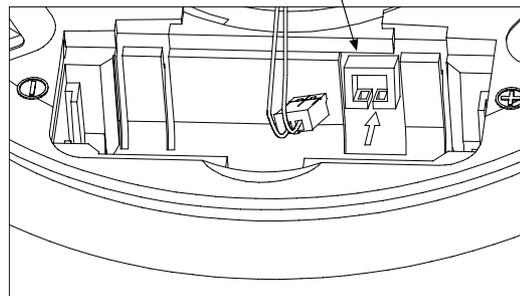

Abbildung 3b. Einlegen der CR17450-Batterie
- B. Tauschen Sie die Batterie aus (siehe Abbildung 3a oder Abbildung 3b, gemäss der benutzten Batterie).